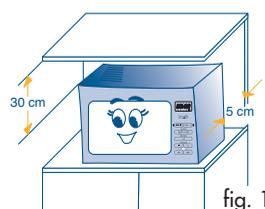

fig. 1
- 1) Estrarre il forno dall'imballo, rimuovere la protezione contenente il piatto rotante (G), il relativo supporto (H) e tutti gli accessori. Verificare che il supporto (H) sia inserito correttamente nell'apposita sede al centro del piatto rotante.
- 5) **Dopo aver posizionato l'apparecchio sul piano di lavoro, verificare che rimanga uno spazio di circa 5 cm tra le superfici dell'apparecchio, le pareti laterali e la parte posteriore, ed uno spazio libero di almeno 30 cm. sopra il forno (fig. 1).**